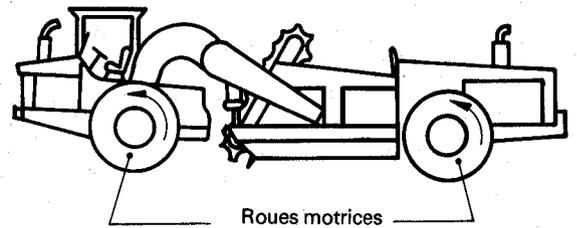

Figure 10 – Toutes roues motrices
5.1.5.2 Toutes roues motrices (voir figure 10)